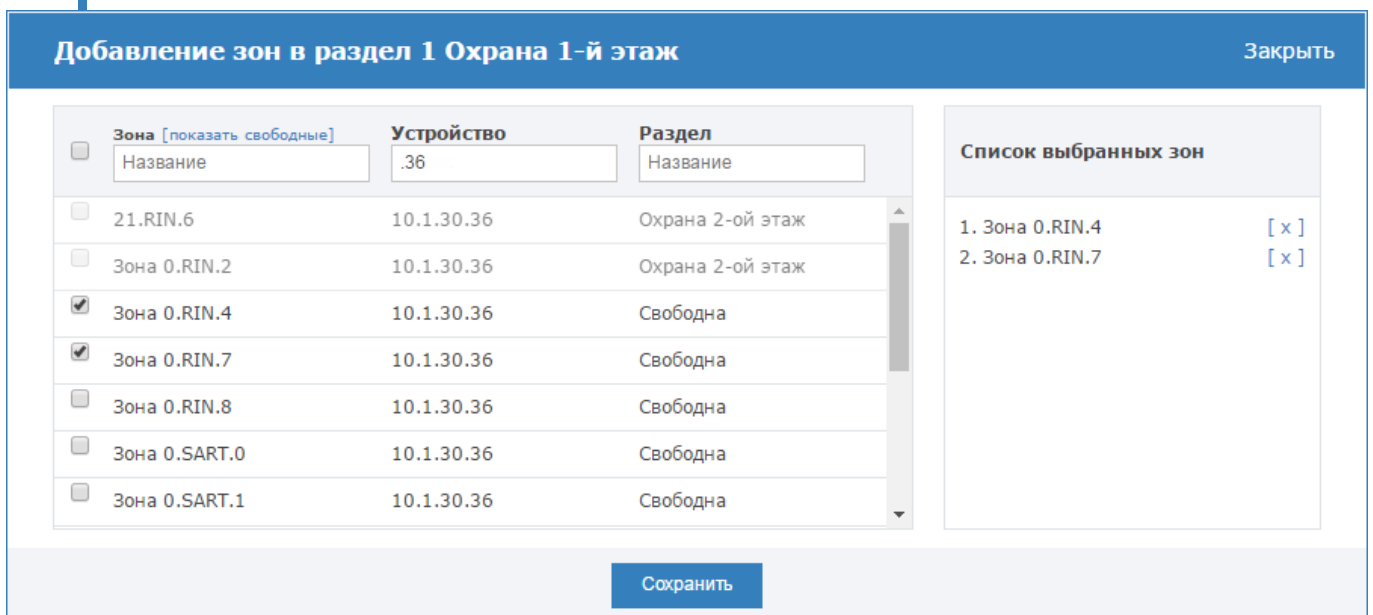

Рисунок 9.62 — Добавление охранных зон в раздел
- В отобразившемся окне в поле **Устройство** введите IP-адрес устройства (или часть IP-адреса), зоны которого вы хотите добавить в раздел. Из списка зон устройства отметьте флажком требуемые зоны. Если какая-то зона добавлена по ошибке, её можно удалить, нажав на кнопку [x] в блоке **Список выбранных зон** (рисунок 9.62). В один раздел могут входить зоны разных устройств.